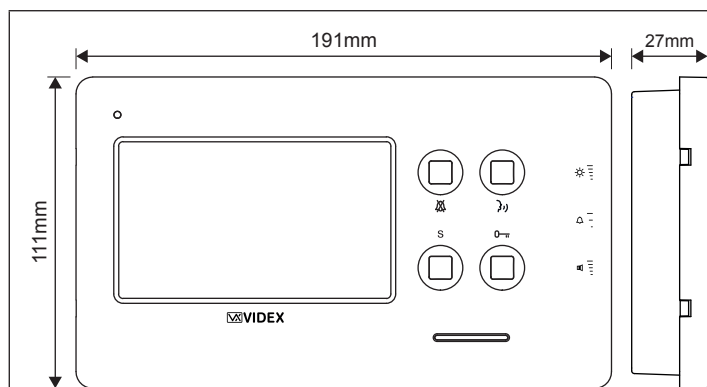
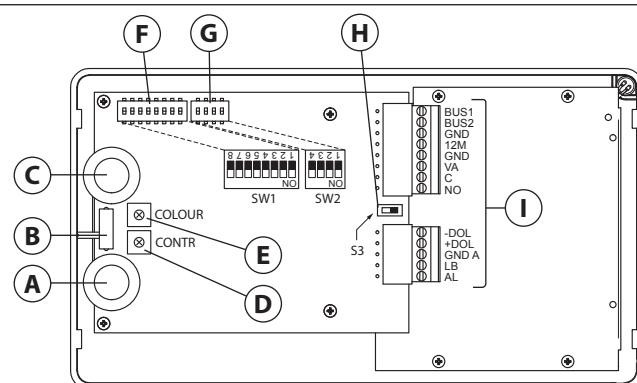

Fig. 1 Partie avant
Fig. 2 Dos
1. Poser le boîtier de surface au mur (il doit y avoir 165-170 cm entre la partie haute du boîtier et le terrain, comme illustré sur la Fig. 1) et prendre les références pour les trous de fixation en tenant compte que le groupe de fils **(E)** (Fig. 2) doit traverser le trou **(D)** (Fig. 2) du boîtier de surface. Si le sens du boîtier n'est pas indiqué, la charnière doit être à gauche :
2. Comme illustré sur la Fig. 2, réaliser les trous de fixation **(A)**, insérer à l'intérieur des trous les stops **(B)** et, faisant passer les câbles de raccordement **(E)** à travers le trou **(D)**, fixer le boîtier de surface au mur en utilisant les vis **(F)** ;
1. Après avoir bien protégé les trous de fixation du support modules, murer le boîtier encastrable (laisser 165-170 cm entre la partie haute du boîtier et le terrain) en faisant passer le groupe de fils **(E)** (Fig. 2) à travers l'un des trous (précédemment ouvert) sur le fond du boîtier. Si le sens du boîtier n'est pas indiqué au fond du boîtier, la charnière doit rester à gauche ; Faire attention à ce que le boîtier soit bien muré à fleur du mur fini ;